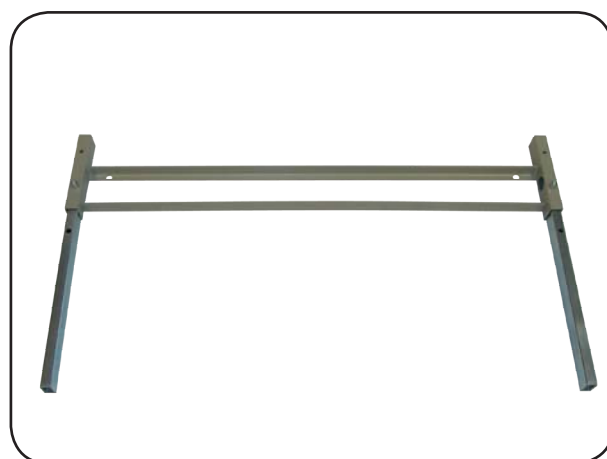

Abb. 6.6.04 – Steckinnenrohre in Bettverlängerung montiert
4. Drehen Sie zwei Zylinderkopfschrauben in die Bohrungen und ziehen Sie anschließend die zwei Zylinderkopfschrauben mit dem beiliegenden Innensechskantschlüssel (6 mm) fest (Abbildung 6.6.04).